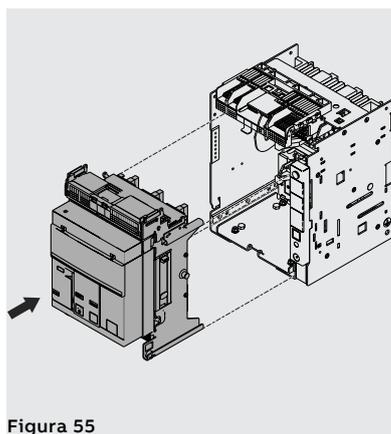
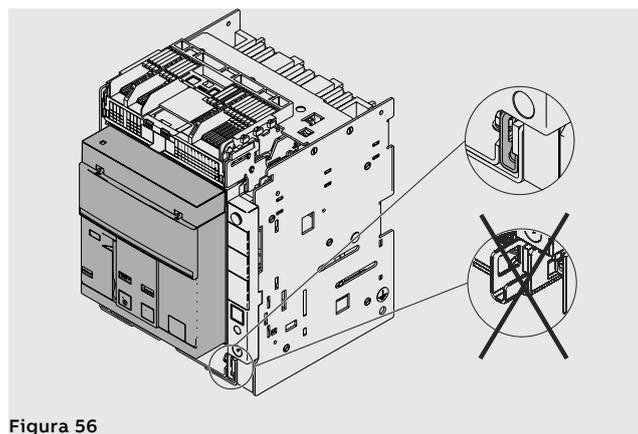

Figura 55
Figura 56
3. Posizionare la parte mobile nella parte fissa e spingerla sino a quando va in arresto. Vedi Figura 55 e Figura 56.